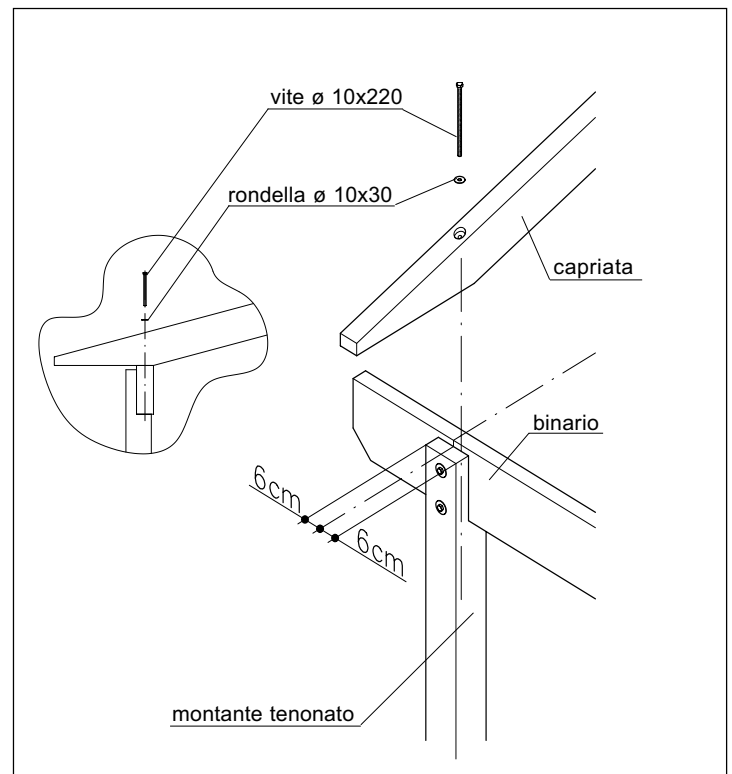

Fig. 3
N.B.: Le due capriate esterne dovranno essere fissate al trave facendole risultare sullo stesso asse di mezzeria dei montanti tenonati (Fig. 3).